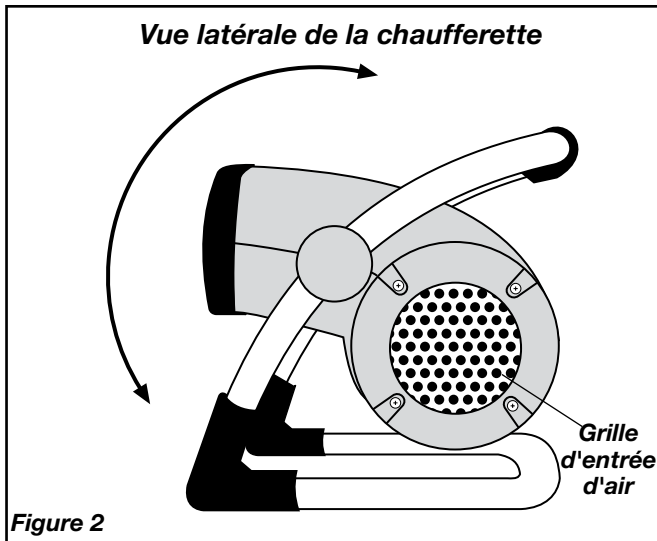

Figure 2
7. Déplacer le bouton de puissance au réglage de chaleur désiré. chaleur élevée (1500 W) est représenté par le (2) et chaleur faible par le (1).
9. Pour ajuster l'angle du débit d'air de la chaufferette, pivoter le châssis de la chaufferette vers l'avant ou vers l'arrière pour la position désirée. (Figure 2)
11. Pour débrancher la chaufferette, tourner le bouton de puissance à la position. "Eteinte" (0), puis débrancher la fiche de la prise de courant.